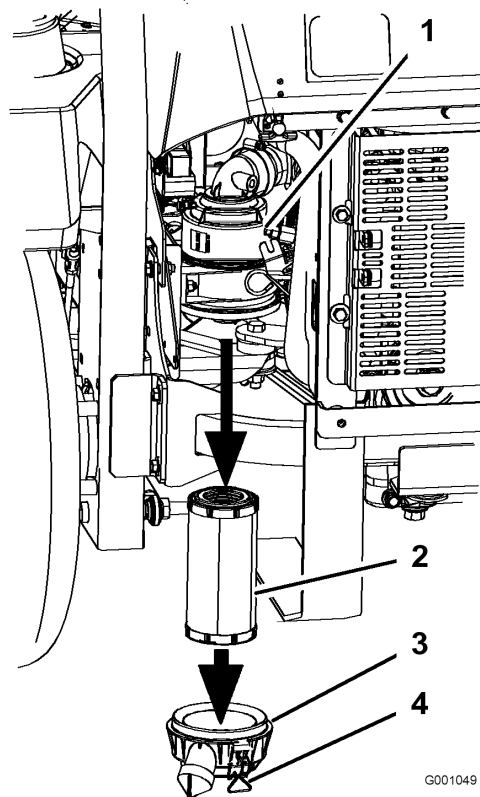

Figura 31
3. Abra los cierres del limpiador de aire y tire de la tapa del limpiador de aire para separarla de la carcasa del limpiador de aire (Figura 31).
5. Extraiga con cuidado el filtro de la carcasa del limpiador de aire (Figura 31). Evite golpear el filtro contra el lado de la carcasa.